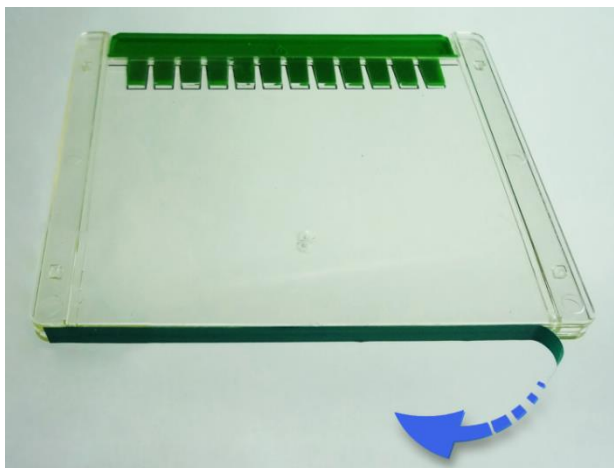

图 1. 撕下胶板底部胶带
2. 将 SurePAGE 预制胶从包装袋中取出, 撕掉胶板底部的胶带 (见图 1)。